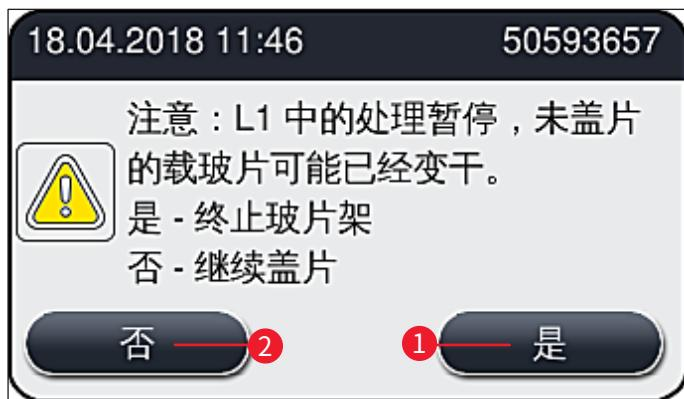

图 112
9. 仪器软件执行填充位扫描。用户将在检查结束后收到一条信息消息 (→图 112)。